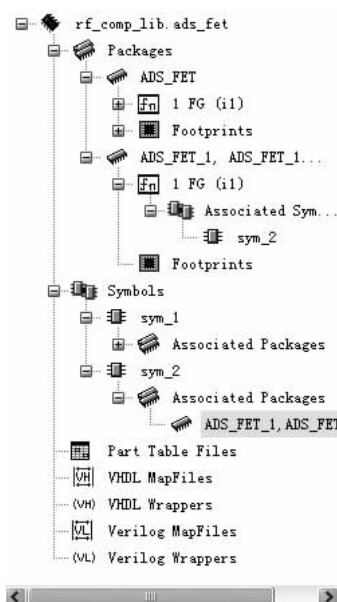

图 2-94 项目管理器
2. 设置好后，单击 **OK** 按钮，系统会自动创建原理图符号，在元件属性的 Symbol 节点下会生成新的节点，如图 2-94 所示。